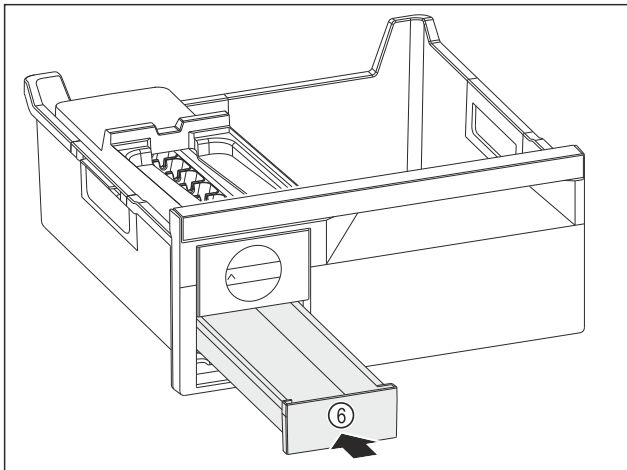

Fig. 217
- Zásuvku na kostky ledu Fig. 217 (6) zasuněte.